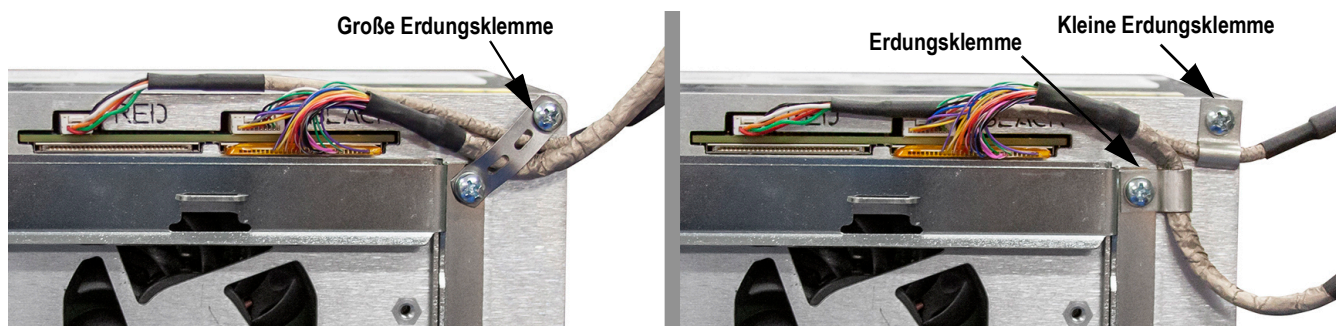

Abbildung 2-19. Erdungsschirm des Controller-Kastens
7. Entnehmen Sie die ursprüngliche Erdungsschelle, die für Display- und Touchscreen-Kabel verwendet wurde, siehe Abbildung 2-19 auf Seite 27.